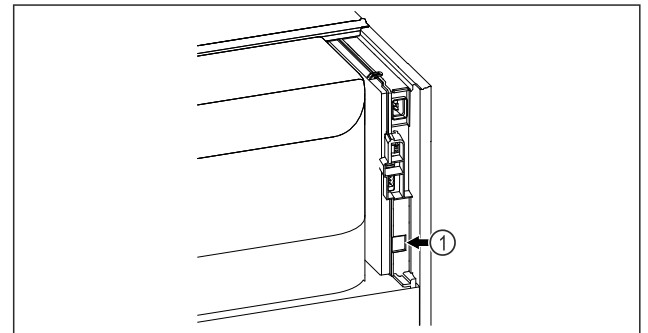

Fig. 96
- SmartModule Fig. 96 (1) se rabi.